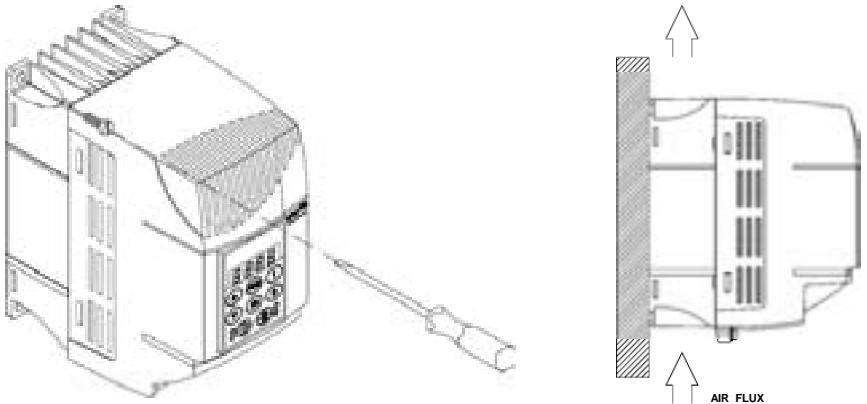

Figura 3.3 - procedura di montaggio CFW08
- ☒ Per le procedure di installazione CFW-08, si veda la Figura 3.3.